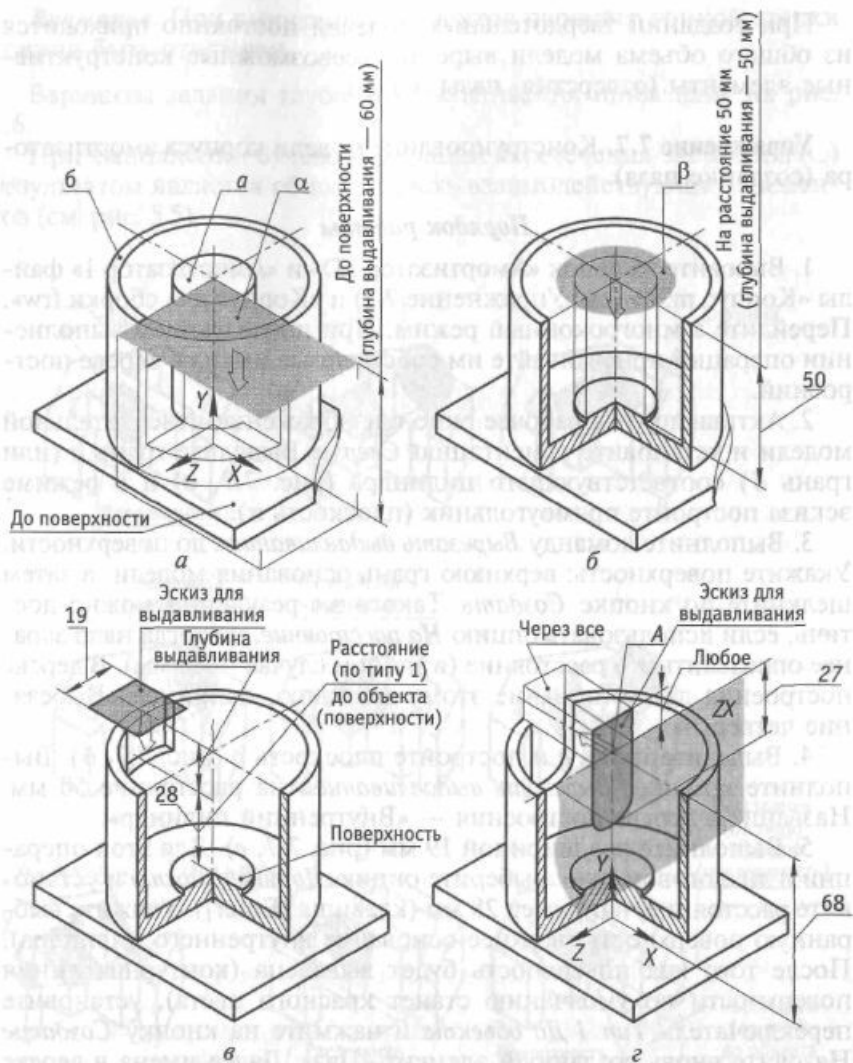
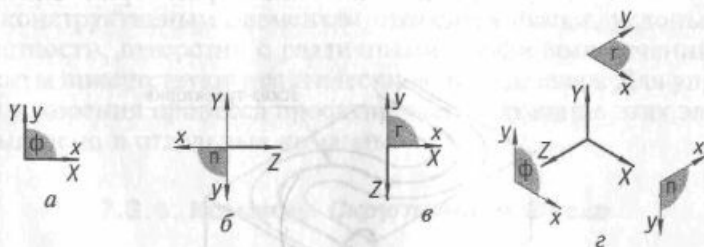

Рис. 7.7. Применение операции *Вычитание выдавливанием*:
Рис. 7.8. Взаимное расположение осей координат эскиза и модели:
2. Активизируйте рабочее окно с изображением твердотельной модели и установите ориентацию *Сверху*. Выделите грань *a* (или грань *b*) соответствующего цилиндра (рис. 7.7, *a*) и в режиме эскиза постройте прямоугольник (плоскость α).
4. Выделите грань *a* и постройте плоскость β (рис. 7.7, *b*). Выполните команду *Вырезать выдавливанием* на расстояние 50 мм. Название в дереве построения — «Внутренний цилиндр».
5. Выполните паз шириной 19 мм (рис. 7.7, *в*). Для этой операции в диалоговом окне выберите опцию *До поверхности* и установите расстояние, например 28 мм (клавиша [Enter]). Укажите выбранную поверхность (верхнее основание внутреннего цилиндра). После того как поверхность будет выделена (контурная линия поверхности по умолчанию станет красного цвета), установите переключатель *Тип 1 До объекта* и нажмите на кнопку *Создать*. Назовите вновь созданный элемент «Паз». Далее имена в дереве построения присваивайте самостоятельно.
7. Удалите элемент «Паз» и отредактируйте внутренний цилиндр, вернув ему прежнюю высоту. Придайте ориентацию модели справа (слева). Выберите профильную плоскость и вид справа для построения эскиза и выполните на ней эскиз паза, соответствующий чертежу корпуса. Эскиз паза можно перенести из чертежа через буфер обмена. В этом случае его изображение следует установить в любом месте плоскости (плоскости проекций не имеют линейных размеров). Обратите внимание на положение осей координат. На рис. 7.8 показано взаимное расположение осей координат модели и осей координат плоскостей проекций в режиме эскиза. Поверните эскиз на 180° , удалите лишние элементы и проверьте его на соответствие требованиям к эскизу (эскиз должен быть замкнут, в изображении эскиза не должно быть никаких лишних линий, выполненных основным стилем). Переместите контур в соответствии с рис. 7.7, г, используя середину горизонтального отрезка паза как точку привязки к точке А (0, -68) плоскости эскиза. Дайте команду *Вырезать выдавливанием*, выберите *Обратное направление* и опцию *Через все*.